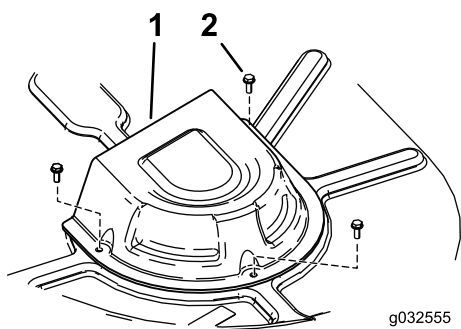

Figure 61
4. Déposez les couvercles de poulie (Figure 61).
8. Reposez les couvercles de poulie (Figure 61).